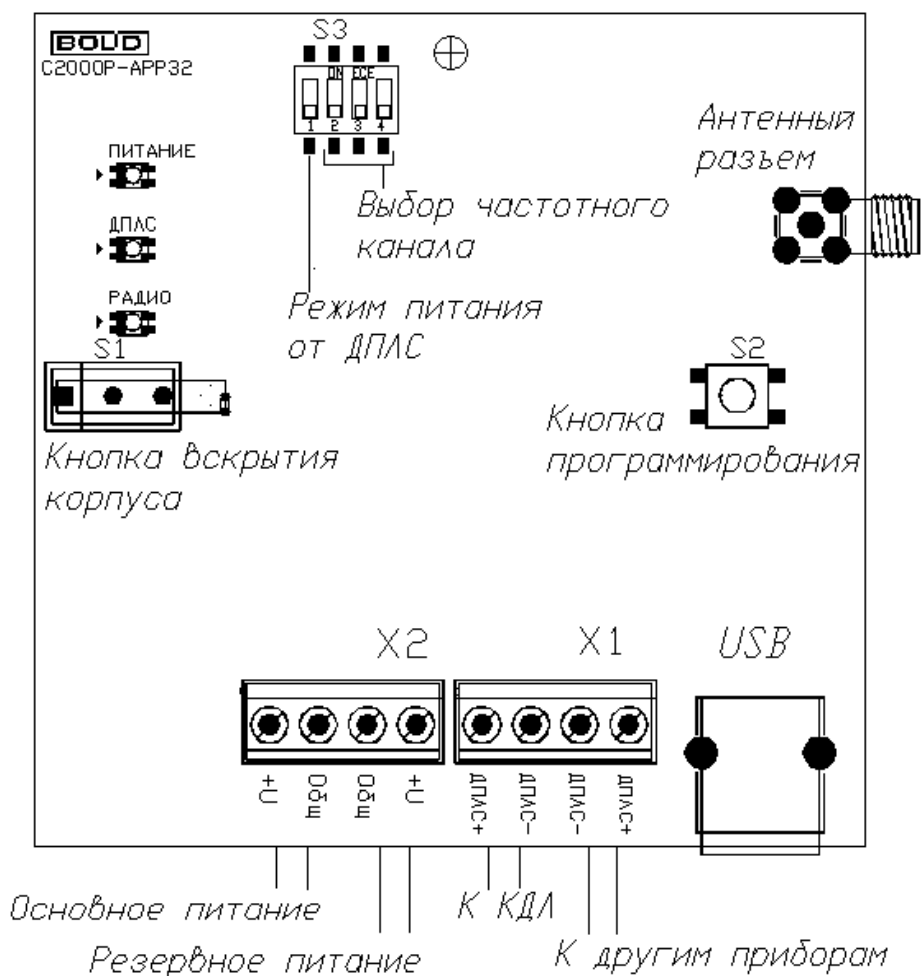

Рисунок 4.1 «С2000P-APP32»
Существует два режима питания APP32, выбор режима осуществляется посредством переключателя S3.1 (см. Рисунок 4.1):
**В режиме питания от внешних источников**, подключаемых к клеммам X2 (см. Рисунок 4.1), при штатной работе системы отсутствует потребление из сети ДПЛС. В данном режиме APP32 контролирует напряжение внешних источников питания, которое должно находиться в диапазоне от 9 до 28 В.
APP32 имеет три двухцветных светодиодных индикатора (см. Рисунок 4.1):
2. Подключите антенну, входящую в состав прибора, к антенному РЧ разъему на плате (см. Рисунок 4.1);
Выбор РЧ канала осуществляется посредством переключателей S3.2—S3.4 (см. Рисунок 4.1). После выбора канала APP32 и все подключённые к нему РУ переходят на выбранный канал в течение 90 с.